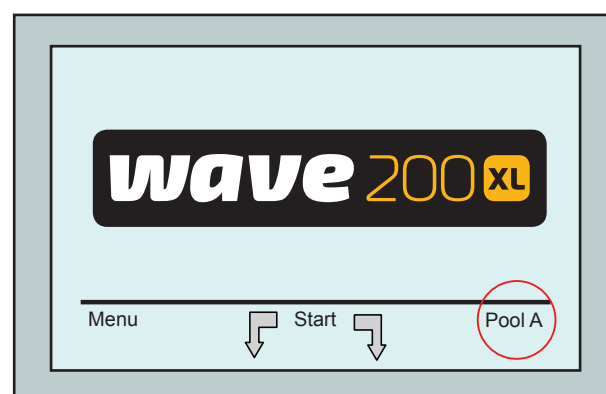

Abbildung 4: *Wave*-Bildschirm, der Schwimmbad A als Standardeinstellung zeigt
1. Gehen Sie zum *Wave*-Bildschirm. Schwimmbad A wird, wie in Abbildung 4 zu sehen ist, als zurzeit definierte Einstellung gezeigt.